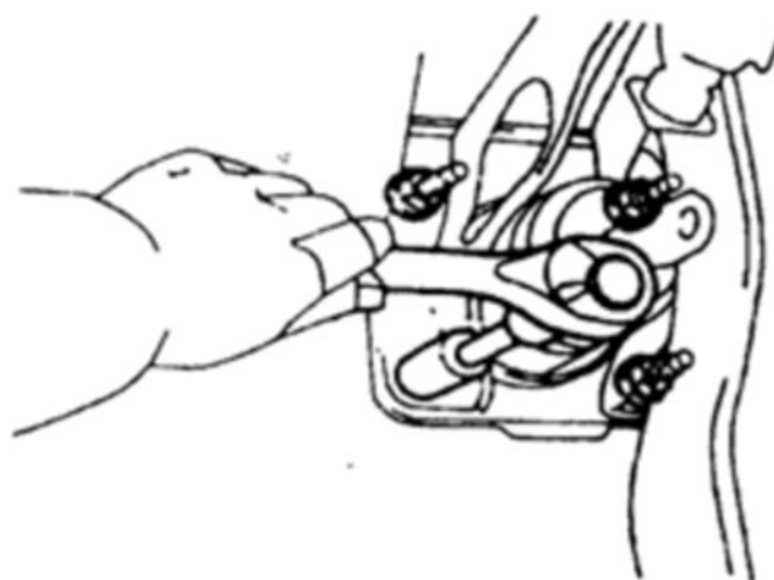

图3-10
- (2) 脱开制动灯连接器。
- (3) 拆下4个螺母和制动踏板支架,如图3-10所示。
(1) 用4个螺母安装制动踏板支架（见图3-10），拧紧力矩：13N·m。
(2) 连接制动灯开关接头。